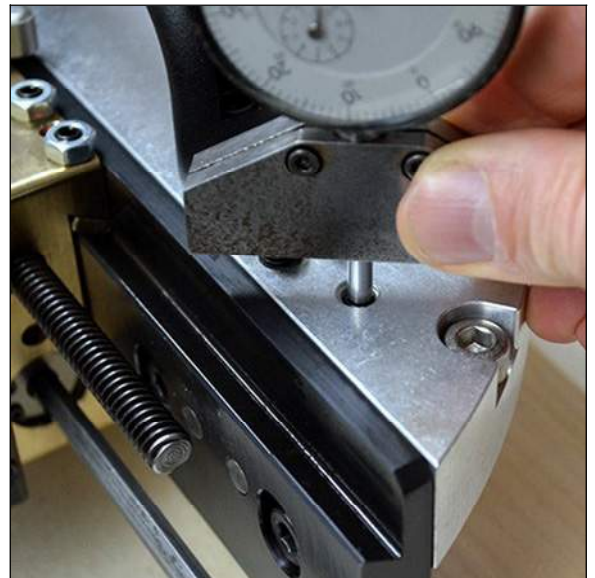

FIGURA 3-35. COLOQUE EL INDICADOR DE CUADRANTE (SE MUESTRA ENFF1200)
8. Coloque un medidor de profundidad con un cabezal de contacto plano para medir desde la parte superior del cuerpo del portaobjetos hasta el pasador del pasador en el portaobjetos radial (Figura 3-35). Ponga a cero el indicador de marcación o registre este valor.